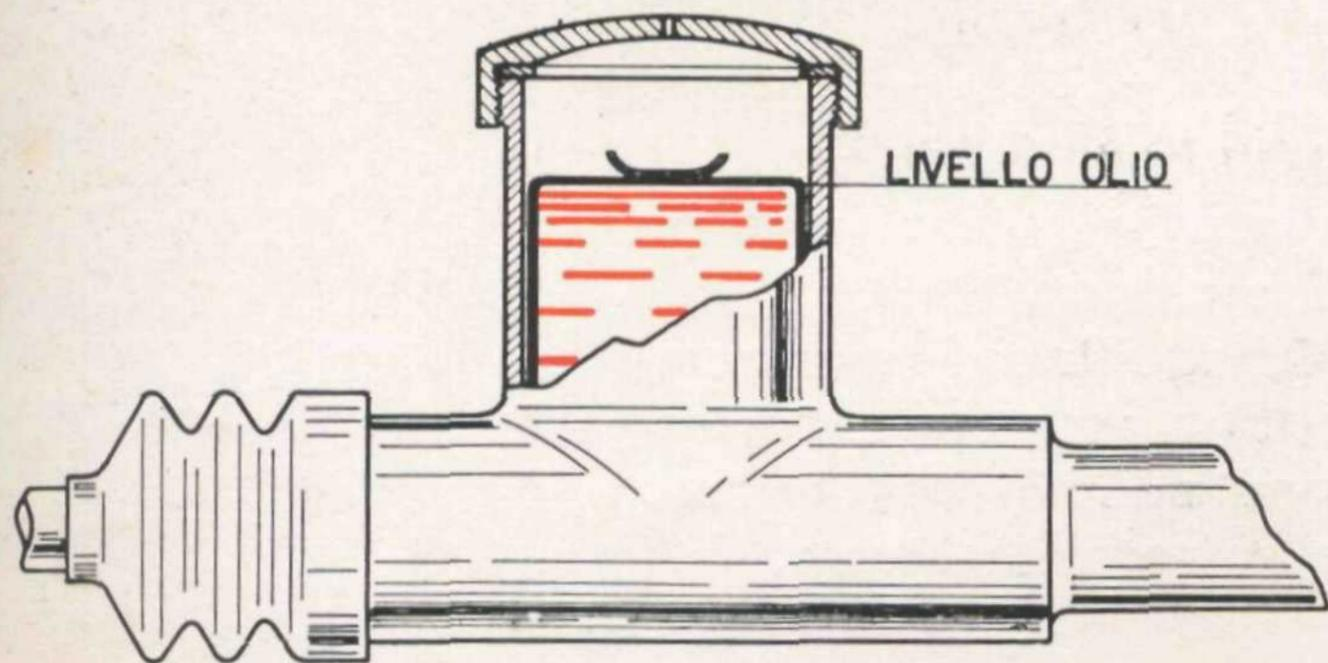

Fig. 17 - Livello olio nella scatola comando freno
<p>RODAGGIO (primi 1500 Km.)</p> <p>— Non superare le velocità di:</p> <p style="margin-left: 40px;">10 Km/h con la 1.a velocità</p> <p style="margin-left: 40px;">16 Km/h con la 2.a velocità</p> <p style="margin-left: 40px;">25 Km/h con la 3.a velocità</p> <p style="margin-left: 40px;">40 Km/h con la 4.a velocità</p> <p>— In salita, non viaggiare « a pieno gas ».</p> <p>— Dopo i primi 1000 Km. sostituire l'olio nel cambio (ved. pag. 24), controllare il livello olio nella pompa freno (fig. 17 e pag. 24), registrare la tensione delle catene (pag. 26) e controllare che non si siano allentati dadi e bulloni; particolarmente controllare i dadi che fissano le ruote.</p>
<p>AGGIUNTA DI OLIO NELLA POMPA DEL FRENO IDRAULICO</p>	<ul style="list-style-type: none"> <li>— Svitare il tappo della pompa, immettere l'olio necessario a raggiungere il limite superiore del bicchierino contenitore (fig. 17). La pompa contiene in totale circa 150 g. di olio.</li> </ul>
4) - Ripristinare il livello olio nella scatola del freno idraulico (fig. 17, pag. 24).